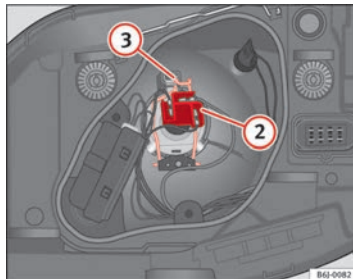

Abb. 146 Ablend-/
- Ziehen Sie den Stecker ⇒ Abb. 146 (2) von der Lampe ab.
- Nehmen Sie die Haltefeder ⇒ Abb. 146 (3) durch Eindrücken und Rechtsdrehung ab.